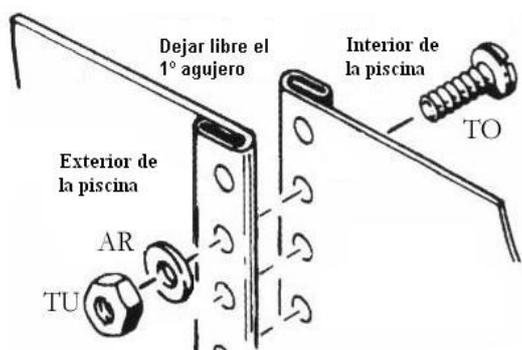

fig.14
- e) Joignez les deux extrémités de la paroi de la piscine en plaçant un boulon et un écrou dans chaque extrémité. Les têtes à boulon doivent rester toujours à l'intérieur de la piscine et les écrous à l'extérieur (Fig. 14). Sur la paroi sont prévues deux rangées pour insérer les vis : il est important que chaque trou compte une vis sans quoi la piscine risque de se casser.